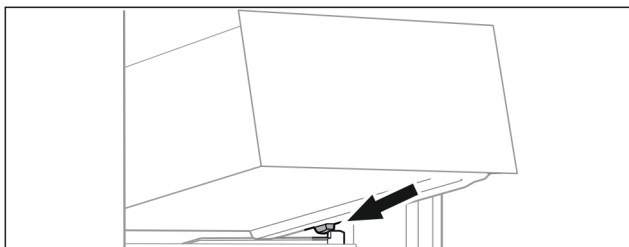

Fig. 114
- Predal postavite v poševnem položaju za zaustavljalniki na nastavek za posodo. (glejte Fig. 114)